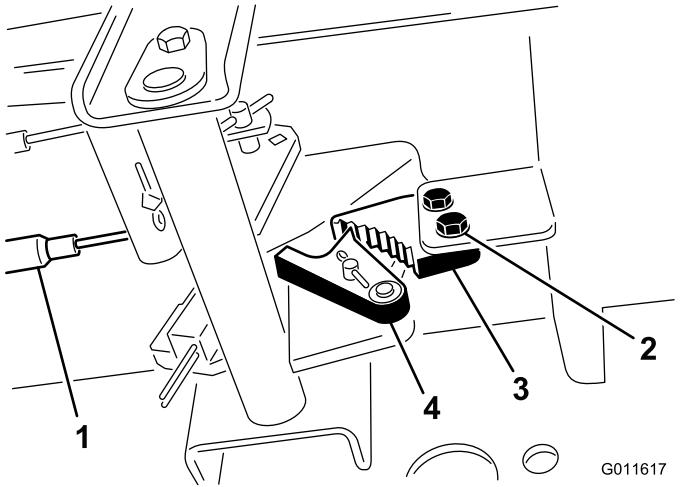

图44
1. 松开将驻车刹车闸固定到机架的 2 个螺钉 图44。
2. 向前踩驻车刹车踏板直到刹车卡槽完全接合刹车闸 图44。